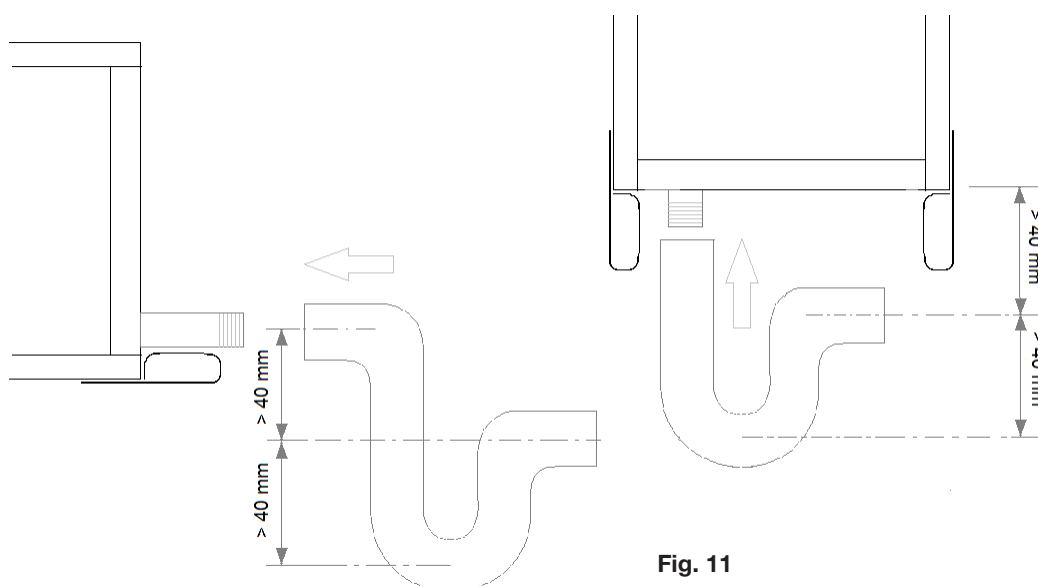

Fig. 11
- Il sifone deve essere eseguito come in **fig.11**